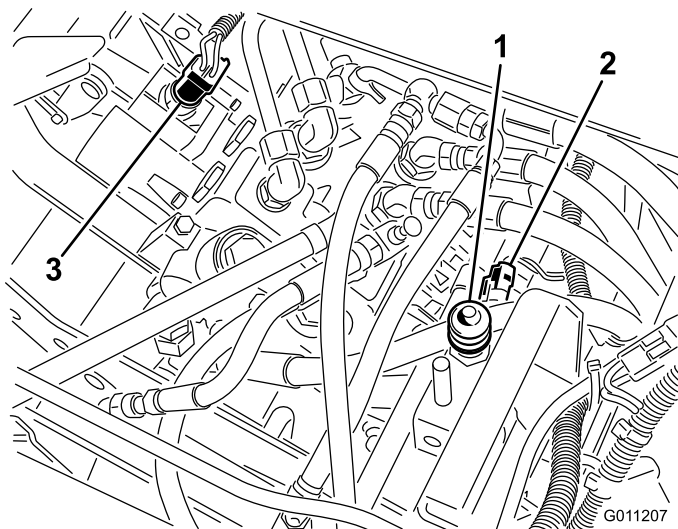

図 46
2. シートスイッチ（図 46）のボタンに付いているゴム製カバーを取る；このカバーは新しいスイッチに取り付けるので捨てないで置く。スイッチの電気コネクタを外す。
- セレクト・バルブ・セクションのバルブ・バンク・ボンネットに取り付けてあるトラクション・スイッチの端子からコネクタを引き抜く (図 46)。
- バルブ・バンク・ボンネットに取り付けてある芝刈り/昇降スイッチの端子からコネクタを引き抜く (図 46)。